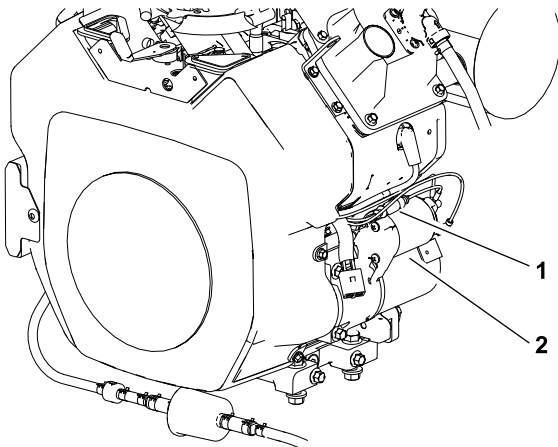

Figura 41
2. Junto al motor de arranque, separe las mitades del portafusibles en línea del arnés de cables del motor (Figura 41).
5. Monte las mitades en el portafusibles en línea (Figura 41).